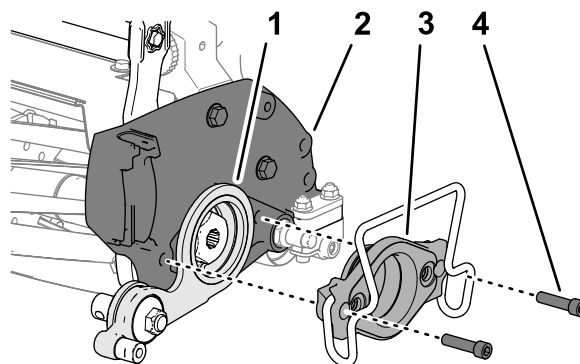

Figura 19
1. Alinee el conjunto tensor con la unidad de corte como se muestra en la Figura 19.
2. Alinee la placa tensora con la placa lateral de la unidad de corte, como se muestra en la Figura 19.
3. Monte el soporte del motor en la placa lateral de la unidad de corte a través de la placa tensora (Figura 19).
- Monte el soporte en la placa (Figura 19) con los 2 tornillos allen (5/16" x 1¼") que retiró en Retirada del soporte del motor (página 4).